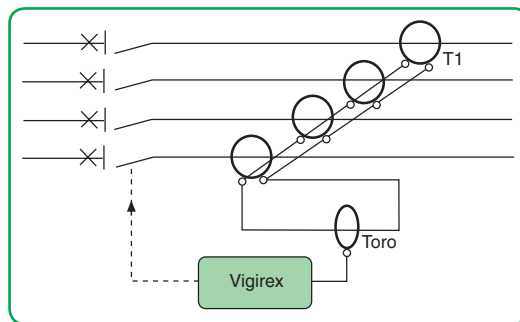

Fig. 5.38. 1.º montaje.
- **1.º montaje:** se instalan TI en cada salida y se interconectan entre sí en paralelo, respetando la polaridad (ver **fig. 5.38**). La suma, hecha de esta forma, representa la imagen de la suma de las corrientes primarias.